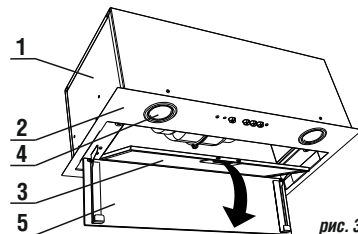

рис. 3
- и затем потяните его вниз (рис. 3).
- снимите алюминиевый фильтр (рис. 3);
8.3 Для очистки алюминиевого фильтра извлеките его из вытяжки (рис. 3) и произведите его очистку с помощью щетки горячим водным раствором моющего средства вручную или в посудомоечной машине при (60°C). Старайтесь не гнуть фильтры при мойке. Возможное изменение цвета фильтра, с течением времени, не приводит к снижению эффективности его действия. Сильно загрязненный фильтр не следует мыть в посудомоечной машине.